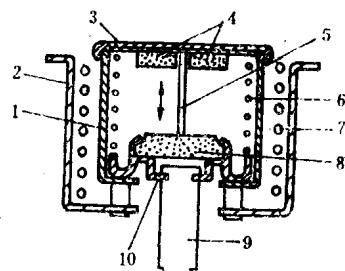
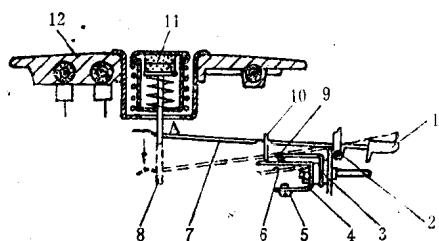

图1-4 磁钢限温器的结构
图1-5 开关及限温控制结构图
磁钢限温器 磁钢限温器的结构如图1-4所示，主要由永久磁体（锶钡铁氧体）、感温软磁、内外压簧、行程杆等组成。
常温状态，内压簧的拉力小于永久磁体与感温软磁的吸引力，触点闭合。当电饭锅通电加热，锅内温度升高，由于磁钢限温器感温软磁与铝内锅锅底接触，当温度升到感温软磁的居里温度时，感温软磁失磁，两磁钢吸引力减小，此时，永久磁体在重力和压簧力作用下下跌落，永久磁体带动行程杆动作，使开关触点立即断开而切断电源如图1-5（虚线）所示。
4. 按键开关在使用过程中，是较容易损坏的零件，更换开关后，拨杆的位置不正，通常以偏下为多见，使磁体盘与感温软磁(见图1-4)结合不稳固造成故障。将电饭锅倒置，拆开底盖，用尖嘴钳夹住拨杆根部(见图1-5的A点)略提起一些，使磁体盘与感温软磁结合稳固，煮生饭故障便自然排除。